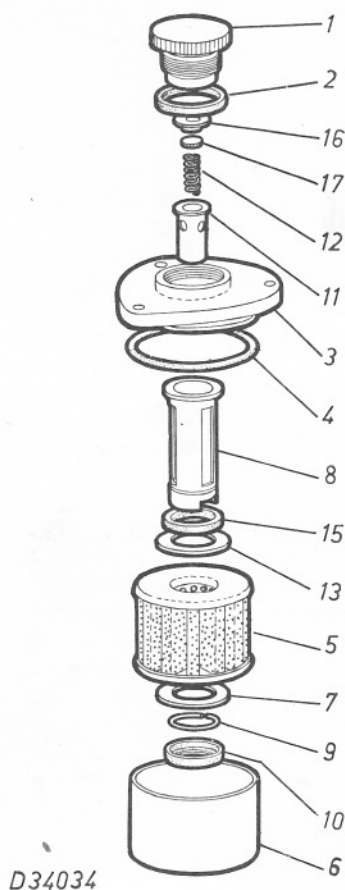

Figure 166 : Ordre de montage du filtre à huile
- d) Nettoyez les orifices d'arrivée et de sortie, vérifiez si les joints sont en bon état. Assemblez le filtre lorsque toutes les pièces sont sèches (fig. 166).